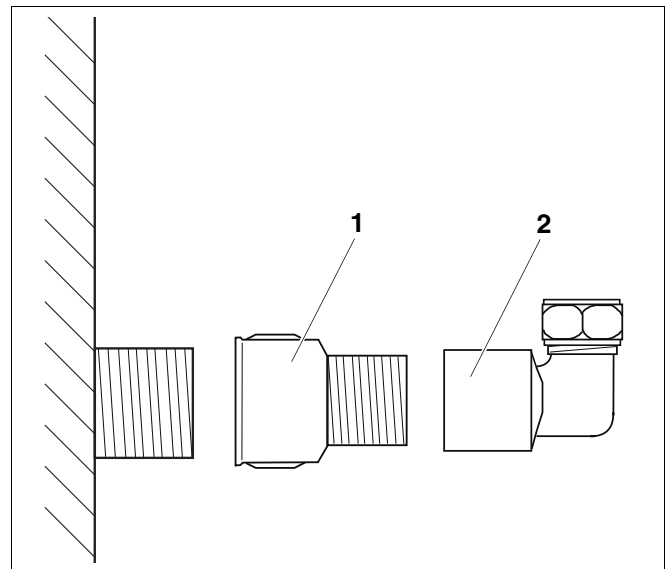

Abb. 4 Anschluss bei SM Speicher
- Montieren Sie die Reduziermuffe (Abb. 4, **Pos. 1**) und die Winkel-Klemmringverschraubung (Abb. 4, **Pos. 2**) am Speicher.